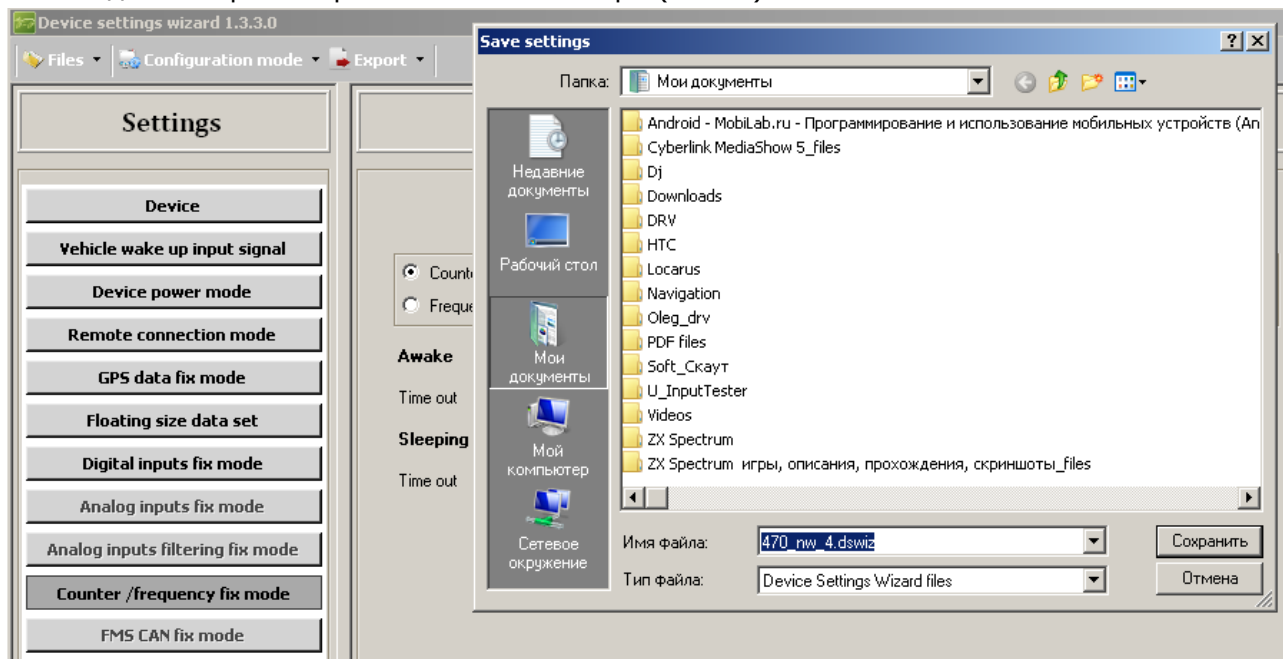

Рисунок 8
3.2. Созданный файл сохранить на компьютере (Рис. 8):